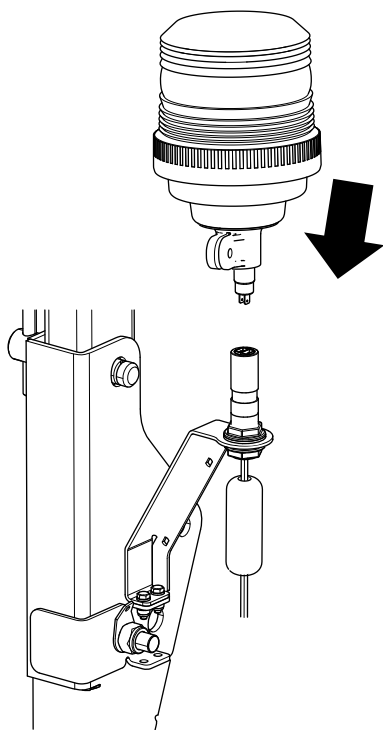

Figure 13
5. Assemblez le gyrophare sur le haut de son support (Figure 13).